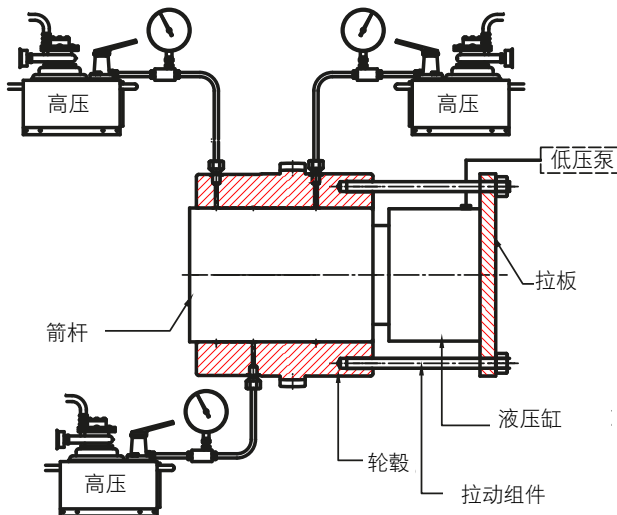

图 2 典型液压拆卸装置
- 4.4 将液压缸放在轴端并安装拉动组件，如图 2 所示。将气缸连接到低压泵。确认液压泵已加注。